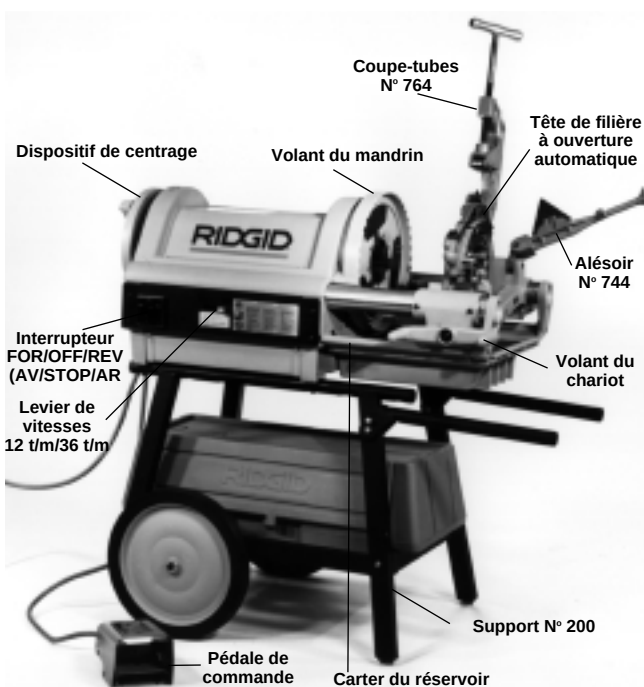

Figure 5 – Fileteuse pour tuyaux et boulons No 1224
- Assurez-vous que la fileteuse est débranchée et que l'inverseur se trouve en position OFF (Figure 5).
- Assurez-vous que la pédale de commande est correctement raccordée à la fileteuse (Figure 5).
2. Mettez le levier de vitesses à la position 36 t/min. (Figure 5).